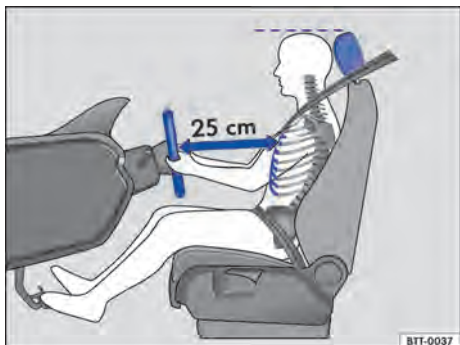
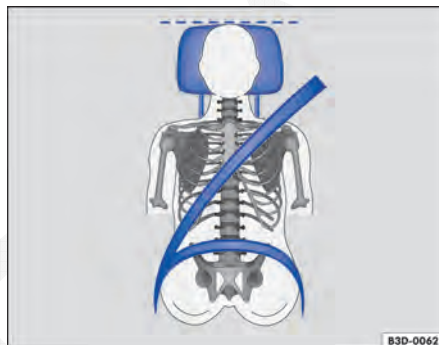

Fig. 57 A distância correta entre o condutor e o volante deve ser de, no mínimo, 25 cm.
Fig. 58 Posição correta do cadarço do cinto de segurança e ajuste correto do apoio para cabeça.
- Ajustar o apoio para cabeça de modo que a sua borda superior se encontre preferencialmente na mesma linha da parte superior da cabeça – porém não abaixo da altura dos olhos. Posicionar a nuca tão próxima quanto possível do apoio para cabeça ⇒ Fig. 57 e ⇒ Fig. 58.
- Ajustar o volante de modo que a distância entre ele e o tórax tenha no mínimo 25 cm ⇒ Fig. 57 e que o condutor possa segurar o volante pela borda externa com as duas mãos e os braços ligeiramente dobrados.